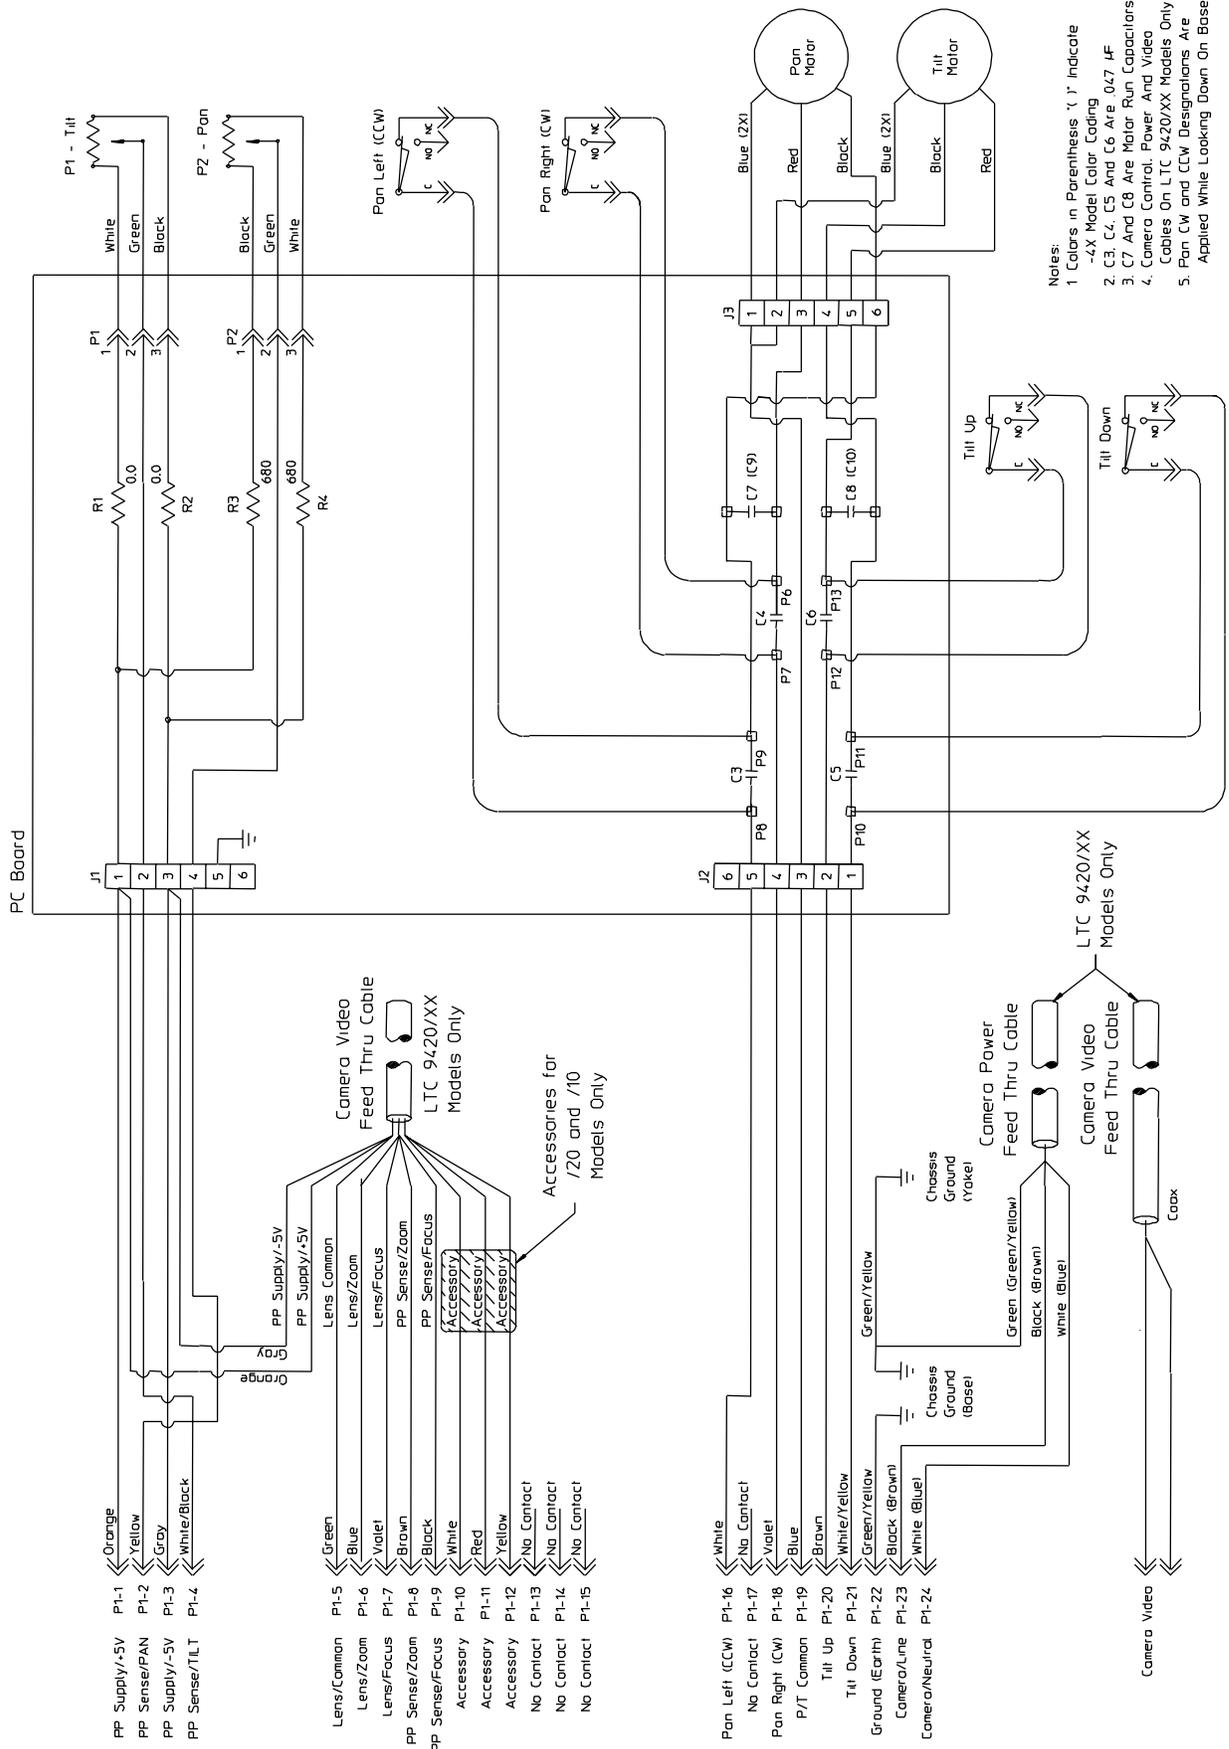

Figure 6 - Schéma de câblage : modèles 0 à 345°
4. Les codes de couleur indiqués concernent les modèles 24 et 110 V. Pour les modèles 220 V, les codes de couleur sont (23) Brun et (24) Bleu.
6. Pour le schéma de câblage, reportez-vous à la **Figure 6**, section « Schémas de câblage ».
L'utilisation de la fonction de balayage horizontal automatique nécessite le câblage des broches 16 (horizontal gauche), 18 (horizontal droite) et 19 (commun) [voir **Figure 6**]. La fonction de balayage horizontal automatique s'exécute lorsque le module de commande détecte des variations de flux de courant dans le moteur de balayage horizontal. Lorsqu'une butée de balayage horizontal est atteinte, le flux de courant s'interrompt et le circuit interne du module de commande inverse la direction de balayage horizontal automatique.